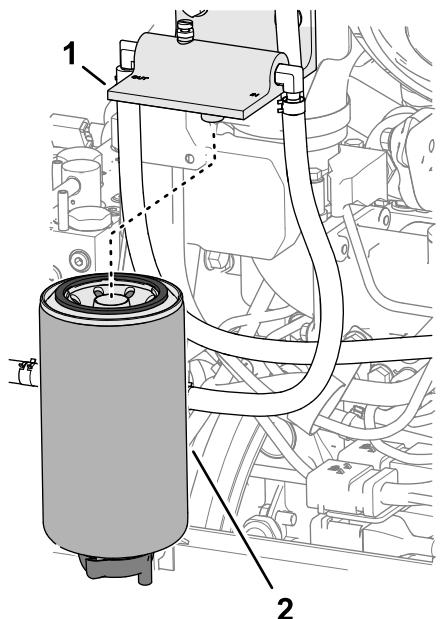

Рисунок 129
- Очистите фильтр-водоотделитель для топлива и головку фильтра (Рисунок 129).